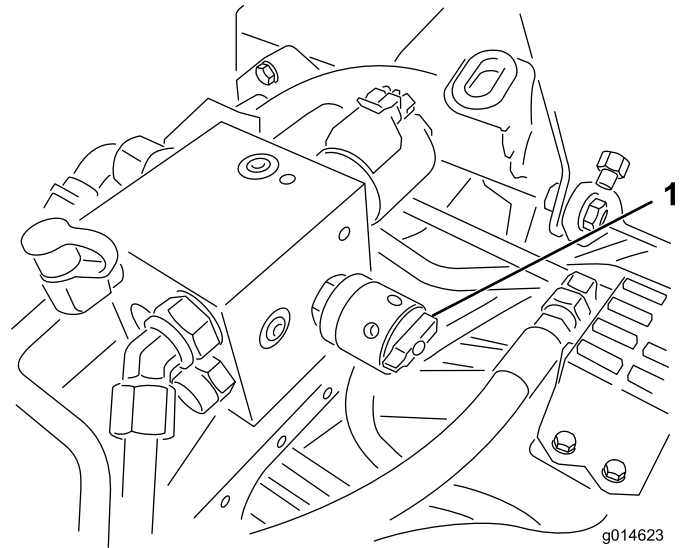

Figura 54
- Gire o controle de velocidade do cilindro para a posição 1 (Figura 54).
4. Regule a velocidade do cilindro girando a manopla (Figura 54) até que as setas indicadoras estejam alinhadas com o número definido na etapa 3.